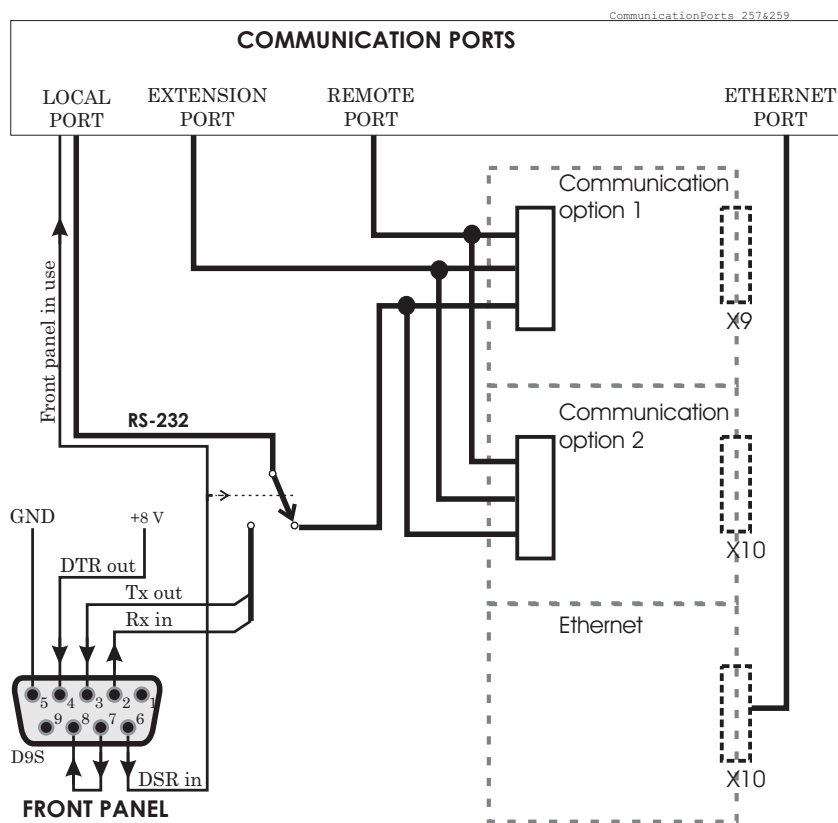

Рисунок 6.1-1. Порты связи и разъемы. Тип разъемов X9 или X10 зависит от типа выбранных опций связи (см. главу 8).
На задней панели устройства может быть до трех коммуникационных портов. Порт на передней панели RS-232 будет отключать локальный порт на задней панели, когда устанавливается кабель VX003. См. Рисунок 6.1-1 и главу 8.
**ПРИМ.!** Когда кабель VX003 вставляется в разъем передней панели, то этим активируется порт передней панели и блокируется порт на задней панели, путем соединения DTR контакта 6 и DSR контакта 4 вместе. См. Рисунок 6.1-1.
Физический интерфейс этого порта зависит от заказанной конфигурации. См. Рисунок 6.1-1, главу 8, главу 12 и таблицу ниже. TTL интерфейс - это для внешних конверторов и только кабельного конвертора. Это не подходит для прямого подсоединения при расстоянии более метра.
Физический интерфейс этого порта зависит от типа модулей связи. Порт расположен на задней панели, разъемы X9 или X10. См. Рисунок 6.1-1 и главу 8.
Это опциональный встроенный порт Ethernet для VAMPSET и Modbus TCP и других протоколов связи, использующих TCP/IP. См. Рисунок 6.1-1.